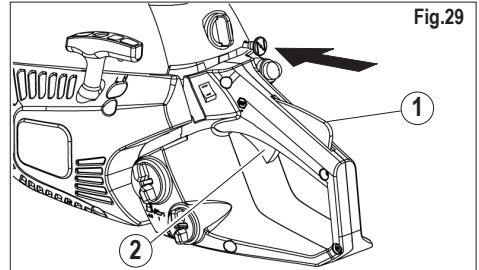

Fig.29
6) Drücken Sie den Choke vollständig herunter (Fig.29), auf diese Weise wird der Vorbeschleuniger betätigt.
8) Drücken Sie mit dem Handrücken die Gashebel-Sperre (Fig. 29 Teil 1) und betätigen Sie danach den Gashebel (Fig.29 Teil 2);